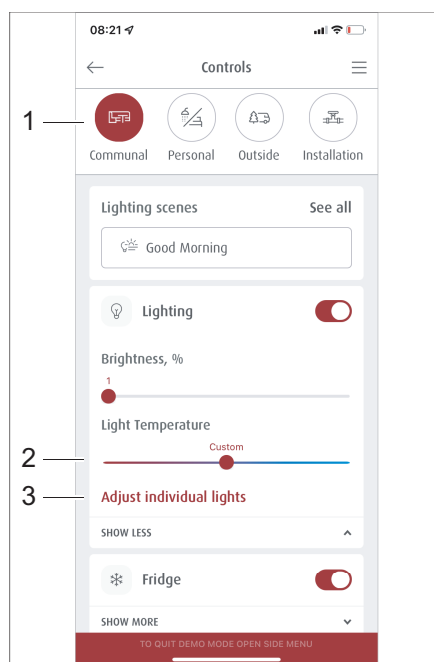
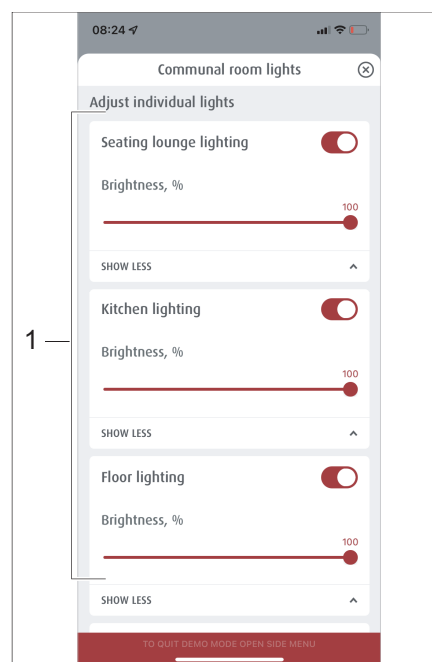

Fig. 304 Sélection de scénarios préétablis
Fig. 305 Gestion des scénarios
- Dans le menu *Commande*, appuyer sur la touche *Habitation* (Fig. 304,1).
- Dans le menu *Habitation*, appuyer sur *Régler individuellement les lumières* (Fig. 304,3). Le menu *Régler individuellement les lumières* (Fig. 305) s'ouvre.
- Dans la sélection de l'éclairage (Fig. 305,1), choisir l'éclairage souhaité et régler la température de la lumière à l'aide de l'interrupteur coulissant (Fig. 304,2).